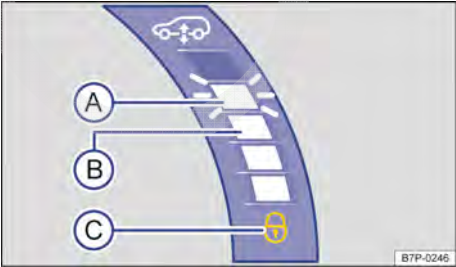
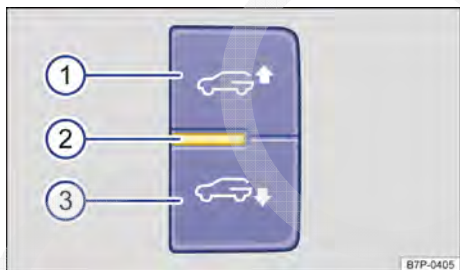

Fig. 143 Detalhe do display do instrumento combinado: exemplo de indicação de barras.
Fig. 146 No compartimento de bagagem à direita: botões de modos de carregamento.
Quanto maior a altura do veículo, mais barras se acendem no display do instrumento combinado → Fig. 143.
Se a ignição estiver ligada, embaixo do indicador de barras → Fig. 143 no display do instrumento combinado é exibida uma representação simbólica e um sinal sonoro é emitido. O indicador *pisca* enquanto o botão → Fig. 146 ❶ ou ❸ for pressionado e a traseira do veículo for rebaixada ou elevada.
- Com a luz de controle → Fig. 146 ❷ apagada, o modo de carga não está ativado ou há uma falha no sistema.